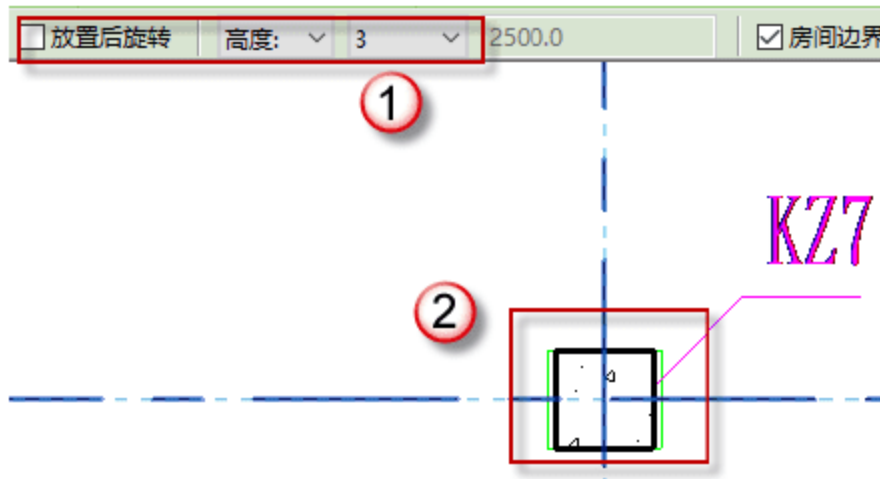

图 4.1.16 绘制矩形框架柱 KZ7
(16) 绘制矩形框架柱 KZ7，按快捷键 C+L，取消“放置后旋转”复选框的选择，改为“高度”放置，使顶部标高对齐标高结构 3 层，如图 4.1.16 所示。